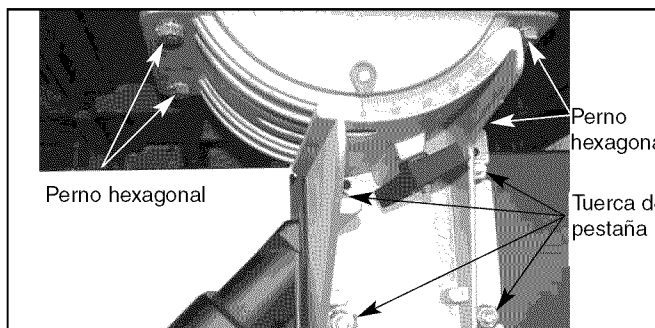

Figura 4 – Pernos Hexagonales para el Muñón
Consulte la Figura 4.
- Afloje los cuatro pernos hexagonales que fijan la mesa en el muñón superior de la misma (véase la Figura 4).